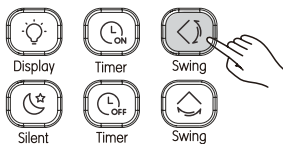

Рисунок 3.11
① При включенном блоке. Нажмите  (см. Рис. 3.11). Запускается функция качания в вертикальном направлении, загорается индикатор , и на внутренний блок посылается сигнал;